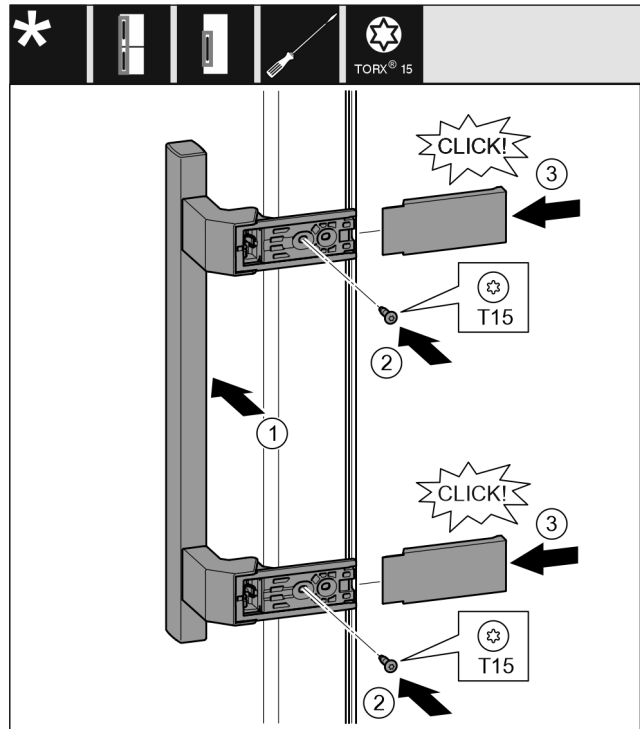

Fig. 15
- ▶ Držadlo nasadte na opačnú stranu. Fig. 15 (1)
- ▶ Skrutkovačom T15 pevne zaskrutkujte skrutky. Fig. 15 (2)
- ▶ Kryt nasadte a nasuňte z boku. Fig. 15 (3)